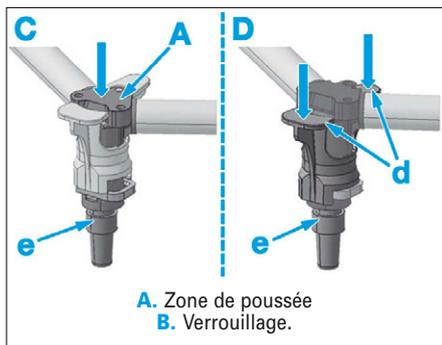

FIG. 55
- Pousser (flèche A) pour agraffer sur les injecteurs le raccord du tuyau de retour (Fig.55).